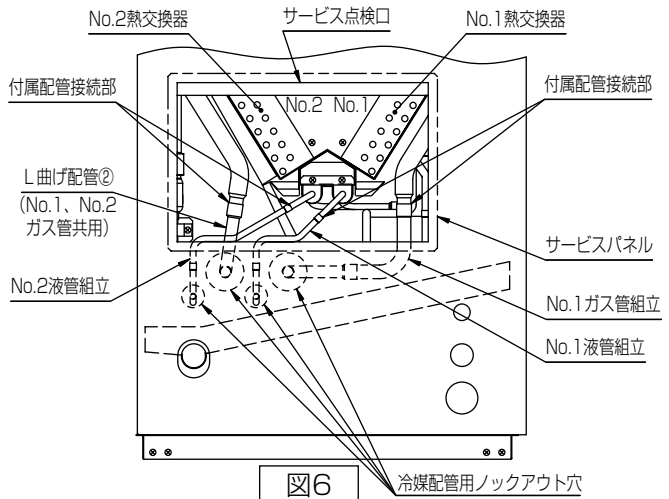
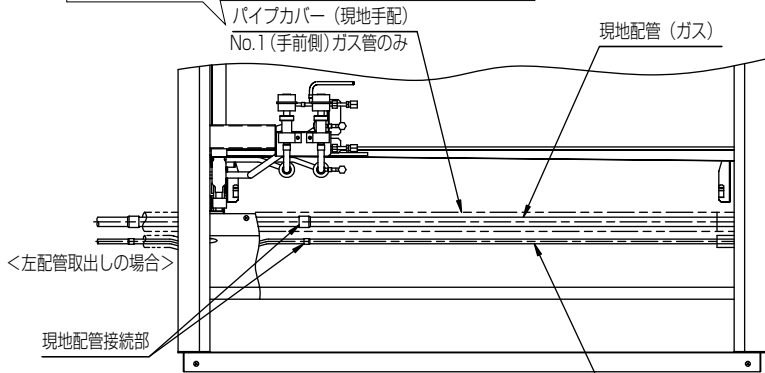

図6 (ユニット左側面より見る)
図7 (ユニット正面より見る)
- (6) 図6・図7に示すとおり、付属配管・現地配管を左側面サービス点検口および前面からろう付接続を行ってください。
現地配管接続部 図7 → 付属配管接続部 図6
- (7) 図7に示すとおりパイプカバーを取付けてください。